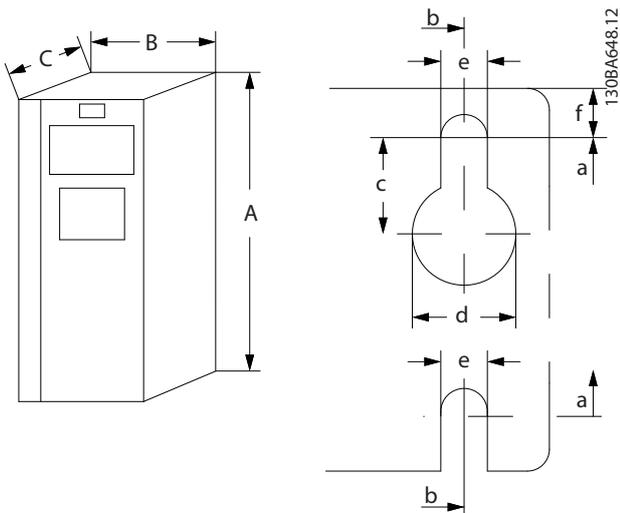
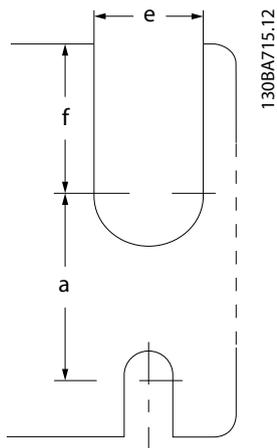

Ilustración 8.2 Agujeros de montaje superiores e inferiores
Ilustración 8.3 Agujeros de montaje superiores e inferiores
1) Consulte *Ilustración 8.2* y *Ilustración 8.3* para los agujeros de montaje superiores e inferiores.